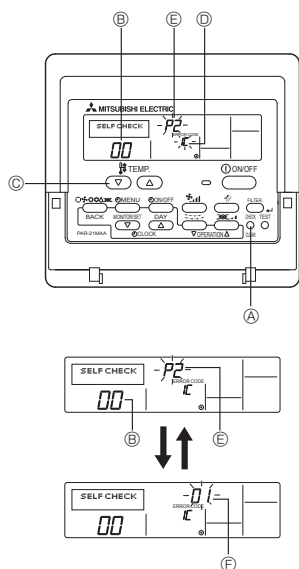

Fig. 7-2
7.3. Auto-vérification (Fig. 7-2)
- ① Mettre sous tension.
- ② Appuyer deux fois sur la touche [CHECK] (vérification).
- ③ Régler l'adresse du réfrigérant à l'aide de la touche [TEMP.] lors de l'utilisation de la télécommande du système.
- ④ Appuyer sur la touche [ON/OFF] (marche/arrêt) pour arrêter l'auto-vérification.